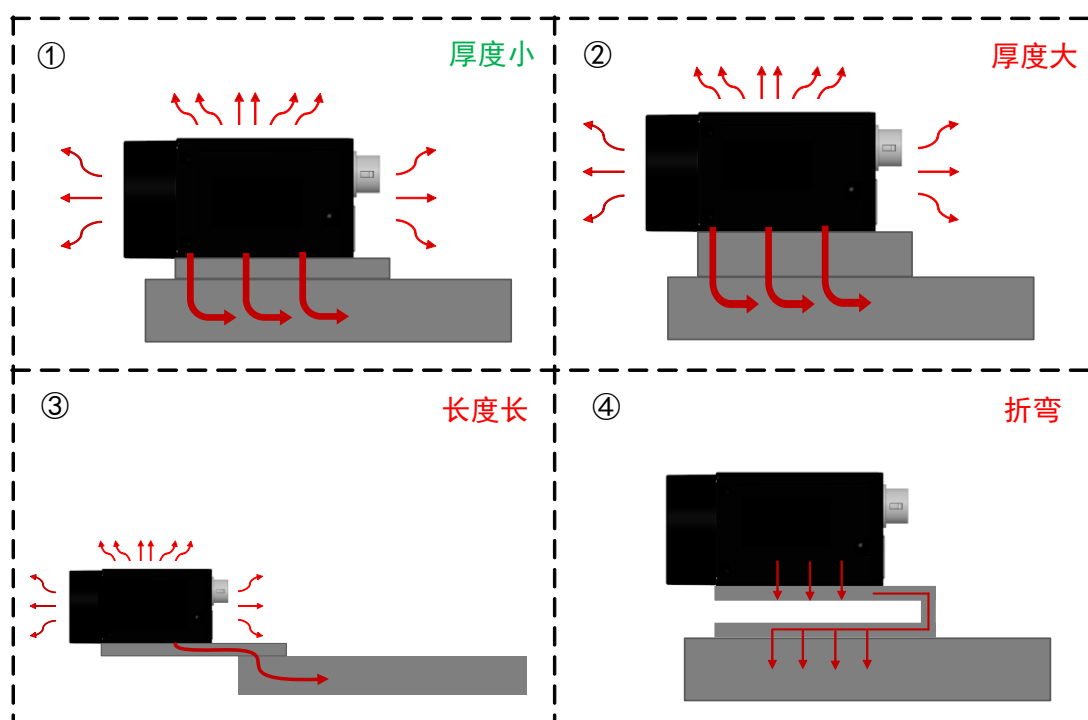

图4-6 不同安装方式的导热路径
如图4-6中安装方式①和②所示，安装件的厚度需尽量减薄，缩短相机通过安装件向金属固定平台的导热路径。
如图4-6中安装方式③和④所示，安装件长度延长和采用折弯的钣金等形式，都会导致相机的导热路径加长。
沿导热方向的截面面积尽可能大一些，这样能够减小其导热热阻。对于一些相机安装件不得不使用延长或者折弯的钣金时（如图4-6中安装方式③和④），钣金的厚度需要尽量加大，增大相机导热路径的横截面，加强导热性。